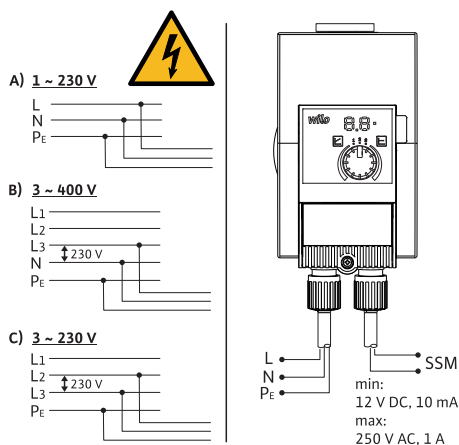

Fig. 3: Possibilités de raccordement
- Raccorder à des réseaux basse tension 230 V. En cas de raccordement à des réseaux IT (isolé-terre), vérifier impérativement que la tension entre les phases (L1-L2, L2-L3, L3-L1 → Fig. 3) n'excède pas 230 V. En cas de défaut (court-circuit à la terre), la tension entre la phase et PE ne doit pas dépasser 230 V.